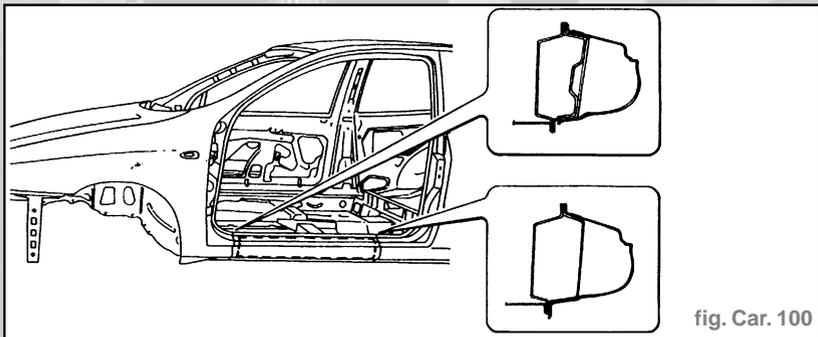

fig. Car. 100
- Nous indiquons les sections de la tôle aux endroits les plus significatifs afin de permettre à l'opérateur de régler la position et la profondeur de la découpe de façon à ne pas endommager les tôles situées en-dessous (fig. Car. 100).